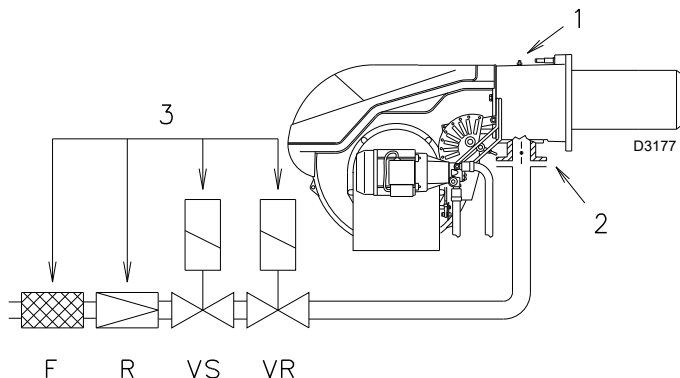

Fig. 23
Pression de gaz mesurée à la prise 1)(Fig. 23), avec :
- soustraire de la pression du gaz à la prise 1)(Fig. 23) la pression dans la chambre de combustion ;
$$\begin{aligned} \text{Pression du gaz à la prise 1)(Fig. 23)} &= 21,9 \text{ mbars} \\ \text{Pression chambre de combustion} &= 3 \text{ mbars} \\ 21,9 - 3 &= 18,9 \text{ mbars} \end{aligned}$$
Pour connaître la pression de gaz nécessaire sur la prise 1)(Fig. 23), une fois établie la puissance maximale à laquelle on veut faire fonctionner le brûleur :
Lire sur la droite, la pression à la prise 1)(Fig. 23).
Pression nécessaire à la prise 1)(Fig. 23).